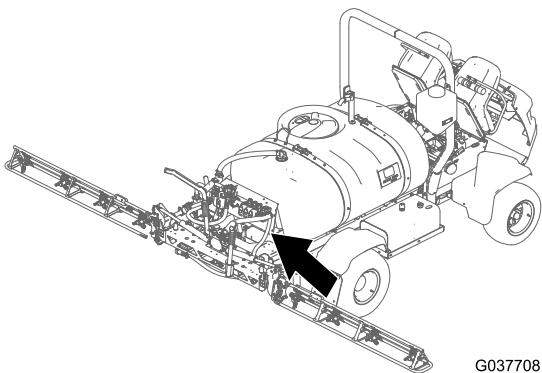
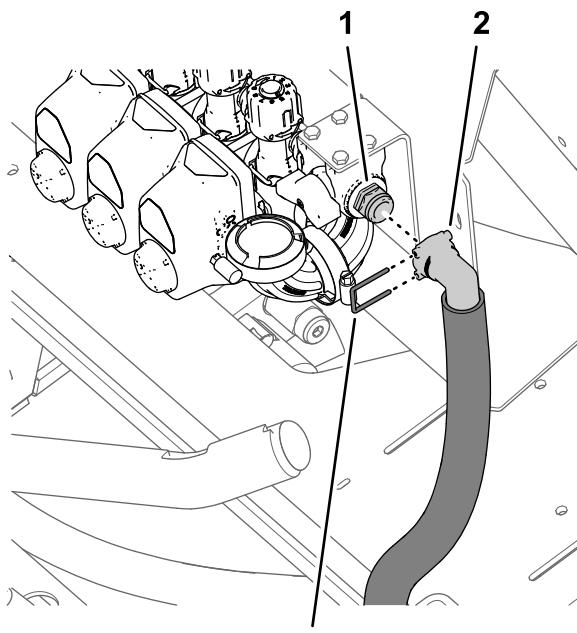

图77
图78
1. 将旁通软管 2.5 x 64cm 的 90° 宝塔接头组装到旁通切断阀的快速连接接头上图77 和 图78。
2. 使用随旁通和排水软管总成提供的卡环将 90° 宝塔接头固定到快速连接接头上 图78。